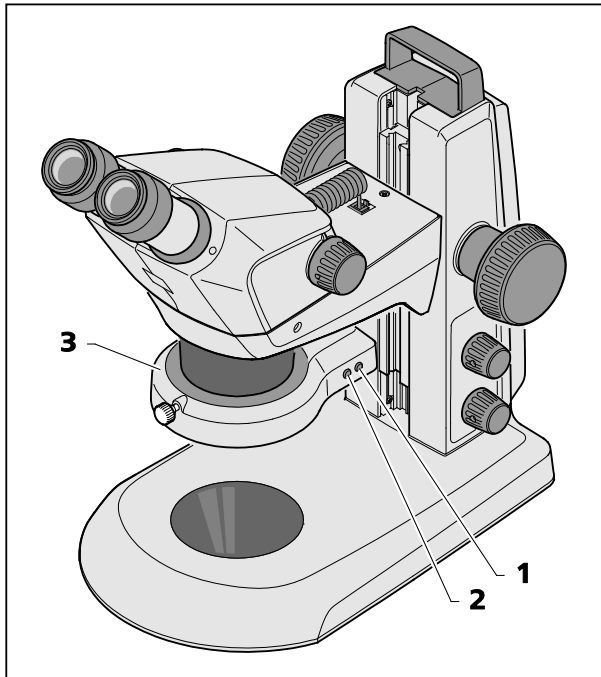

Bild 23 Ringleuchte
- Durch aufeinanderfolgendes Drücken des vorderen Knopfes (Bild 23/2) kann zwischen vier Beleuchtungszuständen der Ringleuchte (Bild 23/3) gewechselt werden:
- Durch einmaliges kurzes Drücken des hinteren Knopfes (Bild 23/1) wird das eingestellte Segment jeweils um eine Viertel-Drehung im Uhrzeigersinn weiter gedreht.
- Durch Drücken und Halten des hinteren Knopfes (Bild 23/1) länger als 2 Sekunden wird das eingestellte Segment in kontinuierliche Rotation versetzt (Drehung in 1/8 Kreisschritten, jeweils 1 Sekunde pro Umdrehung).
- Durch erneutes Drücken des hinteren Knopfes (Bild 23/1) wird die Rotation gestoppt und das Objekt wieder von hinten beleuchtet.